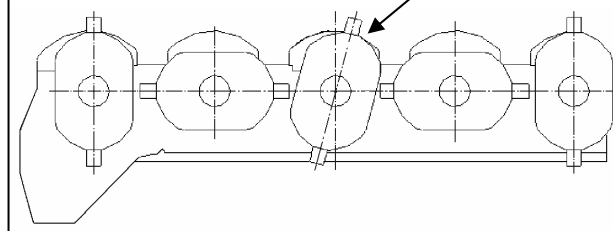

fig.2
- nach der beschädigten Scheibe suchen (Bild 2);